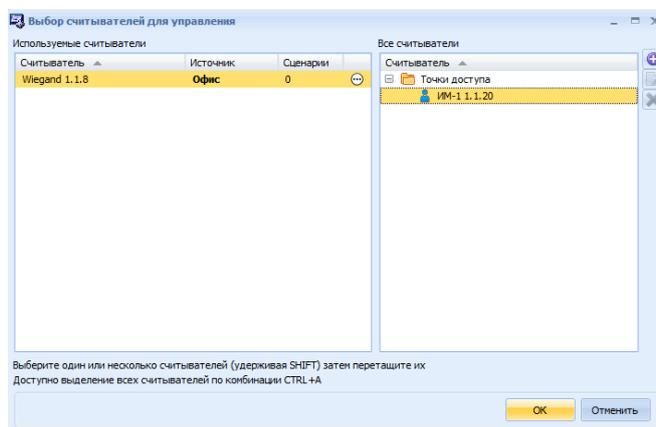

Рисунок 23.16 Окно «Выбор считывателей для управления»
- **Сценарии** - необходимо выбрать считыватели, используемые для автоматического управления сценариями. Для этого следует нажать кнопку **Изменить** и в открывшемся окне «Выбор считывателей для управления» перетащить нужные считыватели из поля «Все считыватели» в поле «Используемые считыватели» (Рисунок 23.16).